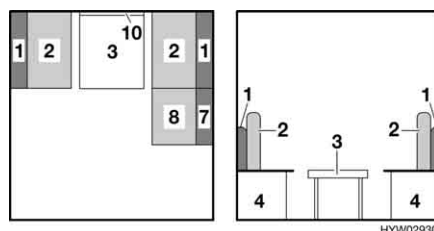

Fig. 55 Durante la trasformazione
- Agganciare il piano del tavolo nella guida di supporto inferiore (Fig. 55,10) con un angolo di 45° e deporlo sul pavimento con i puntelli.